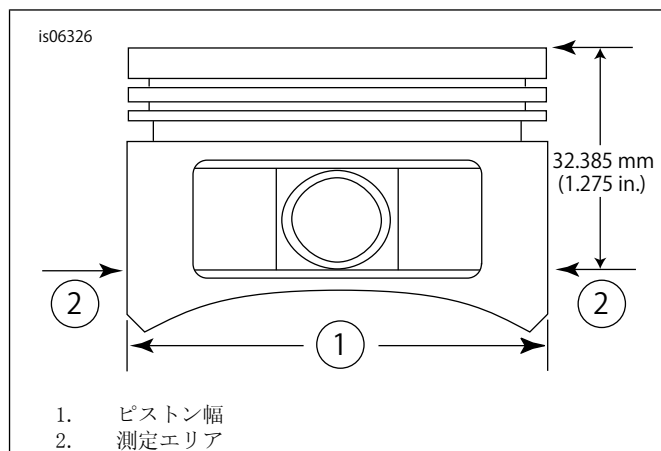

図2. ピストン測定
5. 「図2」を参照。ピストンピン穴の両側から水平に90度、ピストン(2)のデッキ面(上)から1.275インチ下のピストン幅(1)を測定します。この位置のピストン-シリンダーフィットについては表11を参照してください。